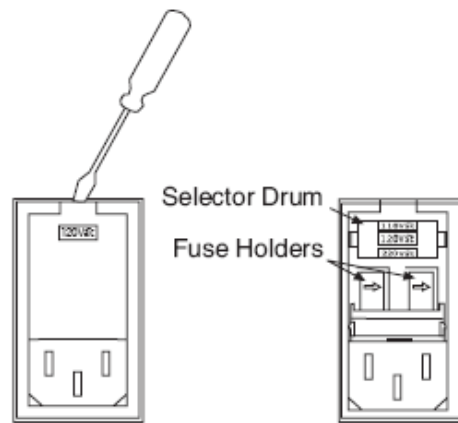

图 94 电源输入模块
1、如图 94 所示，使一字螺丝刀的平面与控制器的背板呈平行状态，并放置在电源模块顶端的触点后，缓慢旋转螺丝刀以打开模块。